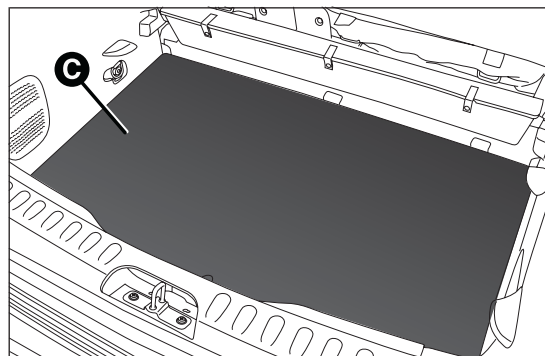

fig. 91
- introduire les objets à l'intérieur du compartiment C fig. 91 ;